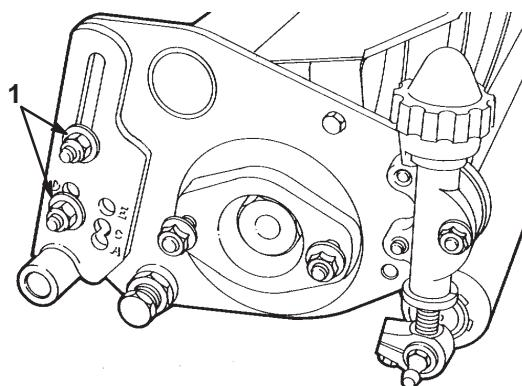

図4
- 穴にボルトを通したら、平ワッシャとナットを使って、右側の後ローラ・ブラケットをしっかりと固定する（図4）